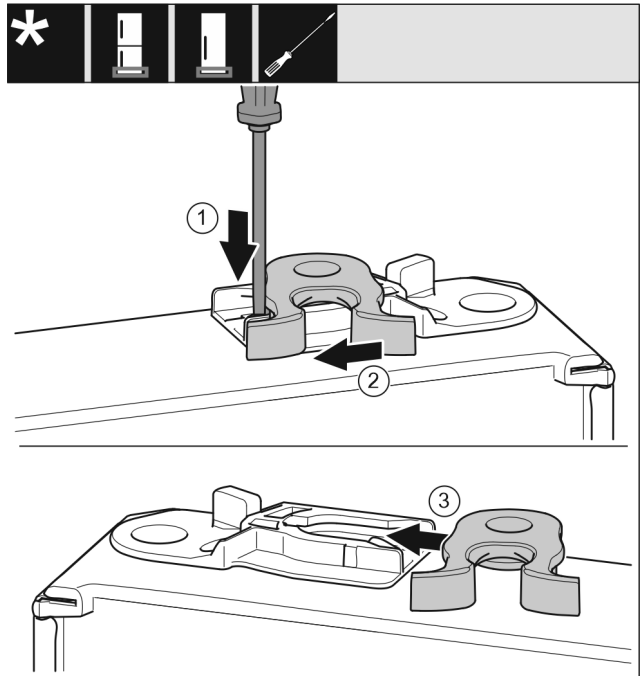

Fig. 17
- Paina kieleke alas uraruuvimeisselillä. Fig. 17 (1)
- Vedä sulkuhaka pois ohjaimesta. Fig. 17 (2)
- Työnnä sulkuhaka toisella puolella ohjaimen. Fig. 17 (3)